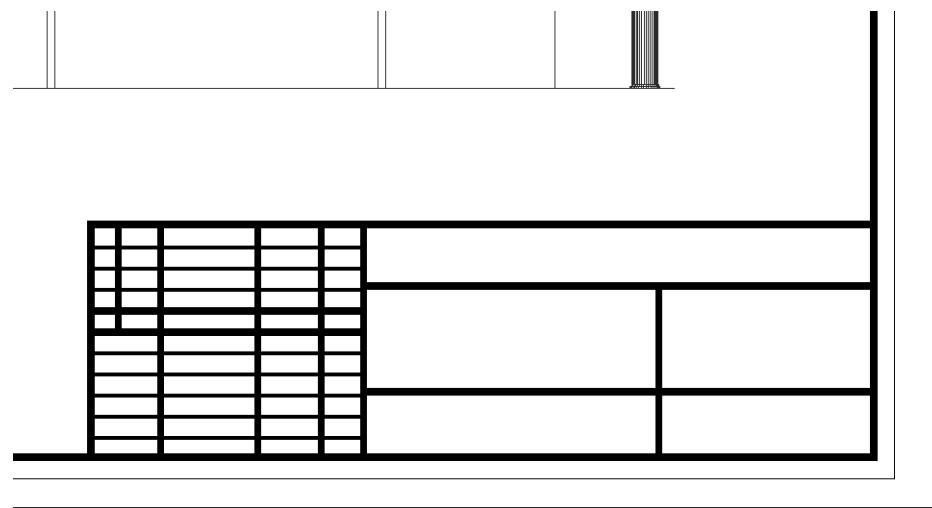

Рис. 10.25 ▼ Основная надпись после добавления двух длинных горизонтальных и одной длинной вертикальной линий
15. Сместите полученную полилинию вверх на 250 мм, а затем снова запустите команду **Плинния** (PLINE) и, используя режим привязки **Точка отслеживания** (Temporary track point), начертите вертикальную полилинию. Начальная точка должна находиться на нижней горизонтальной линии рамки на 500 мм левее от ее правого нижнего угла. Конечная точка – это точка падения перпендикуляра, которая находится над начальной точкой на горизонтальной линии, полученной в п. 14 с помощью команды **Подобие** (OFFSET). Начертив вертикальный сегмент, нажмите **Enter** для завершения команды **Плинния** (PLINE). Основная надпись должна иметь вид, показанный на рис. 10.25.